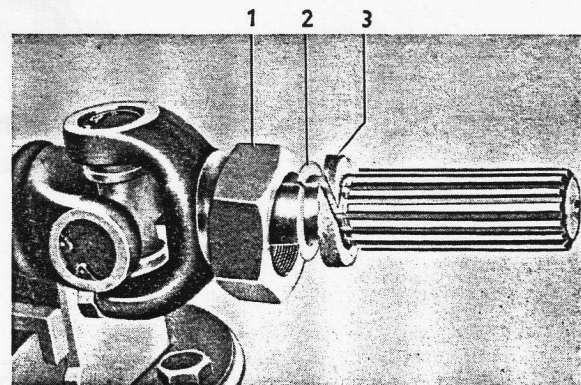

Bild 4-8. Schiebestück
2. Sechskantmutter (12. Bild 4-1), Scheibe (14) und Filzdichtung an das Schiebestück anbauen, siehe Bild 4-8. Schiebestück mit Graphit-Öl schmieren und vordere und hintere Rollengelenkwelle zusammenschieben. Es ist sehr wichtig, darauf zu achten, dass die Gelenkgabel der vorderen Rollengelenkwelle und die Gelenkgabel am Schiebestück in einer Ebene liegen, siehe Bild 4-1.